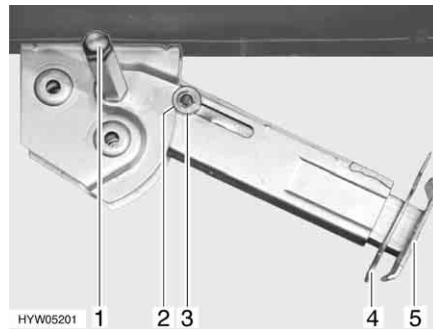

Bild 37 Stödben
- Placera hylsnyckeln på sexkanten (Bild 37,1) och vrid runt den tills stödbenet står rakt neråt.
- Drag ut sprinten (Bild 37,4) ur stödbensförlängningen (Bild 37,5).
- Placera hylsnyckeln på sexkanten (Bild 37,1) och vrid runt den tills stödbenet inte längre sitter mot marken.
- Skjut in stödbensförlängningen (Bild 37,5) helt och sätt in sprinten (Bild 37,4) i borrhålet på stödbensförlängningen.
- Vrid på sexkanten (Bild 37,1) med hylsnyckeln tills stödbenet har svängts upp och styrbrickan (Bild 37,3) befinner sig längst upp i skåran (Bild 37,2).